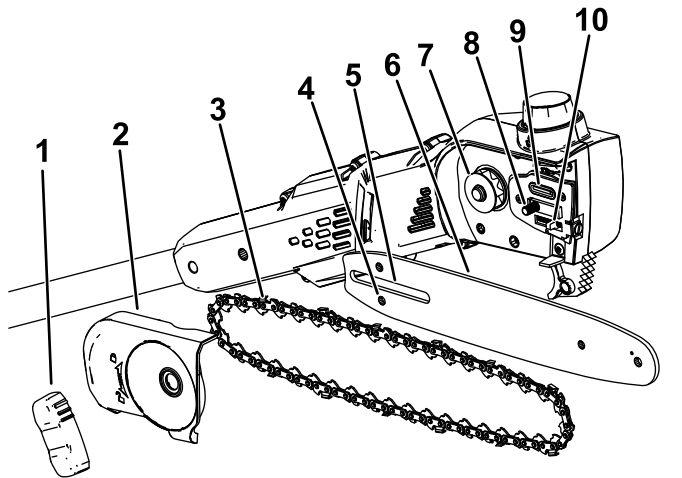

Bild 19
2. Entfernen Sie die Seitenabdeckung, drehen Sie den Knopf der Schwertabdeckung gegen den Uhrzeigersinn, bis der Knopf entfernt ist, und entfernen Sie dann die Seitenabdeckung (Bild 19).
7. Prüfen Sie den Ölaustritt (Bild 19) auf Rückstände und reinigen Sie den Bereich ggf.
Wichtig: Vergewissern Sie sich, dass der Kettenspannbolzen in den Schlitz des Kettenspannbolzens am Sägeschwert eingeführt ist (Bild 19). Möglicherweise müssen Sie die Kettenspannschraube drehen, damit der Bolzen in das Loch im Sägeschwert passt.